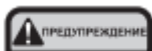

Рис. 1-20 Правильно проверьте гидравлическую систему
- Во время проверки гидравлической системы, надевайте защитные очки и перчатки. Во время проверки на утечку, следует использовать картон и не трогать его руками (Рис. 1-20) .